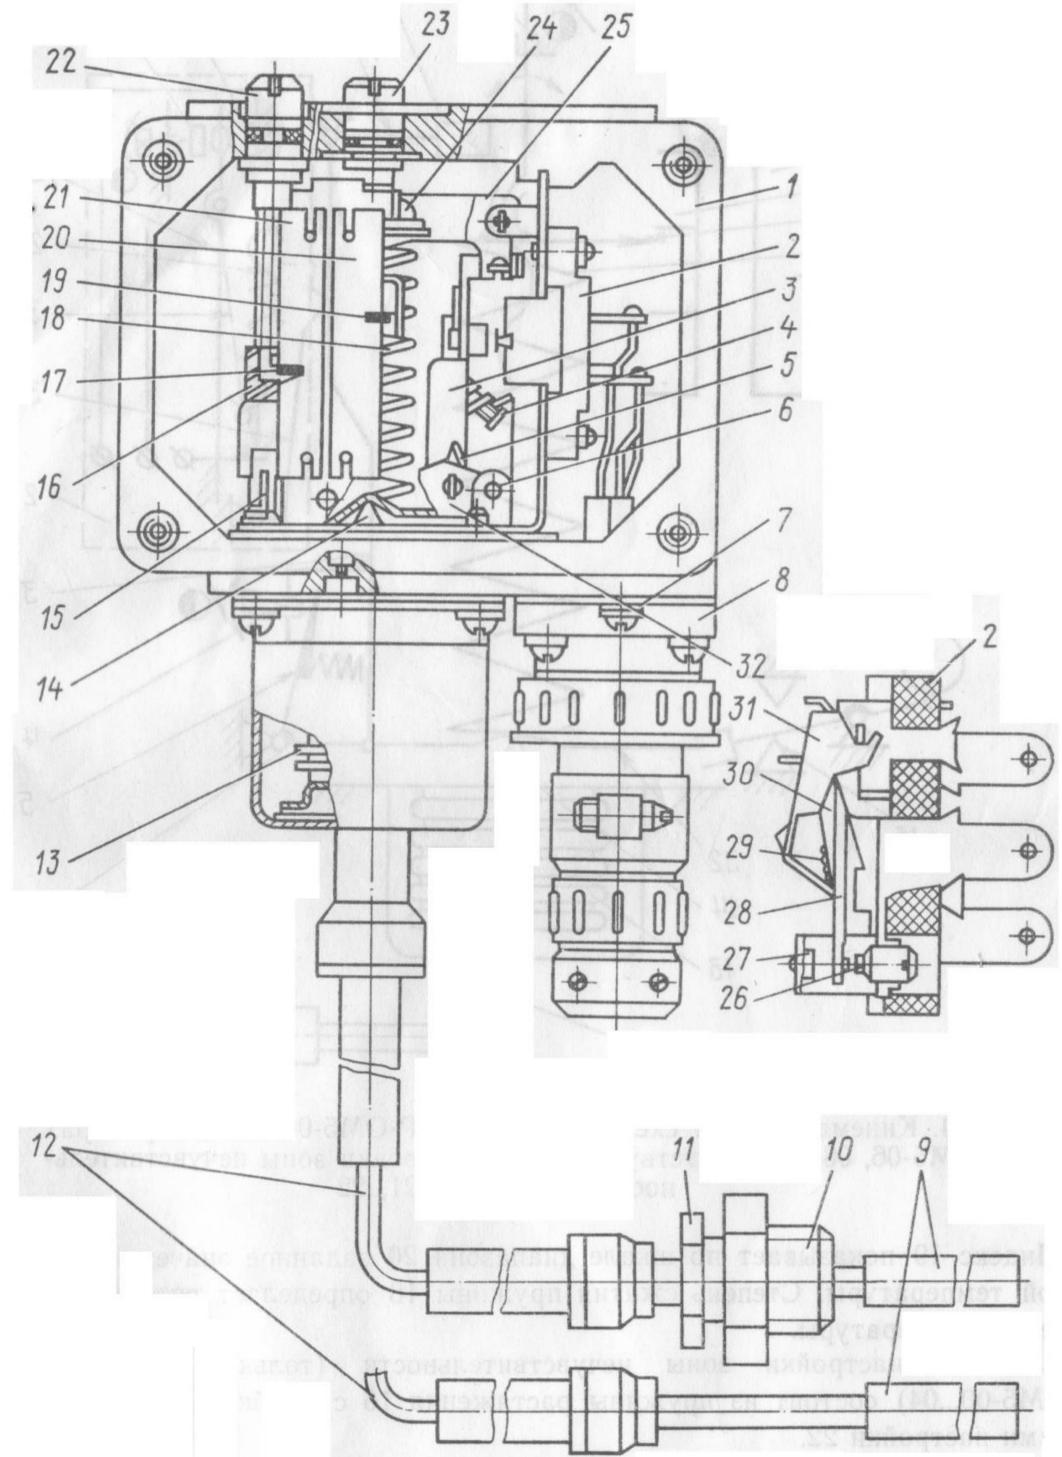

Рис. 3. Конструкция приборов ТР-ОМ5-00...04. В приборах ТР-ОМ5-06, 08, 09 отсутствует узел регулировки зоны нечувствительности поз. 16, 17, 22, 32
4.2. Конструкция прибора и кинематическая схема приведены на рис. 3, 4.
6.1. Проверьте уплотнение кабеля вводным устройством после подключения его к розетке, а также плотность крепления штуцера 10 (см. рис. 3).